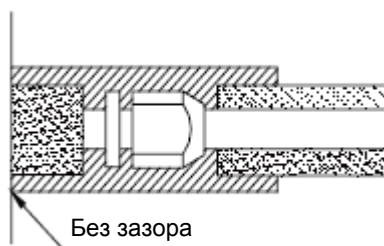

Рис. 19
- б. Соединения внутреннего блока должны быть обернуты изоляционным материалом, не допускается наличие зазора на соединениях внутреннего блока, как показано на Рис.19.